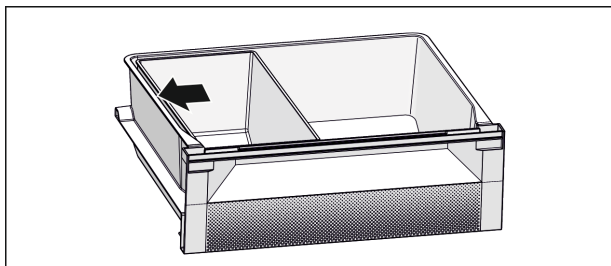

Fig. 6
- Posizionare la vaschetta Fish & Seafood. Con la posizione raffigurata si ottiene una funzione di raffreddamento ottimale (vedere Fig. 6).